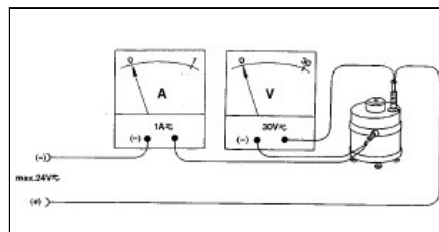

Figura 2 – Montagem experimental
9. Monte o circuito como o da figura 2.